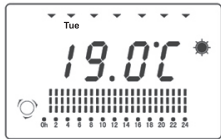

fig. 7
- 2. Apăsăți butonul Mod, până când pe ecran apare modul „Setare setări personale pentru fiecare zi a săptămânii” (vezi fig. 7)